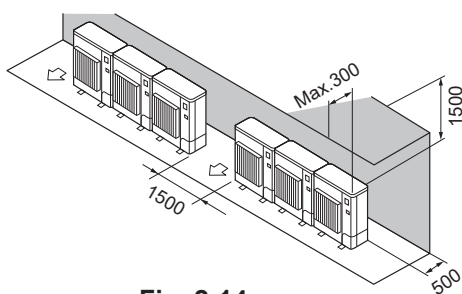

Fig. 2-14
- (2) Solo ostacoli posteriori e superiori (Fig. 2-14)